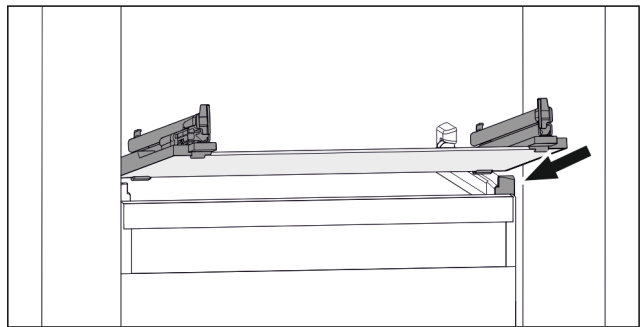

Fig. 28 Примерно изображение на стъклената плоча
- ▶ Поставете стъклената плоча под ъгъл зад ограничителите. (виж Fig. 28)